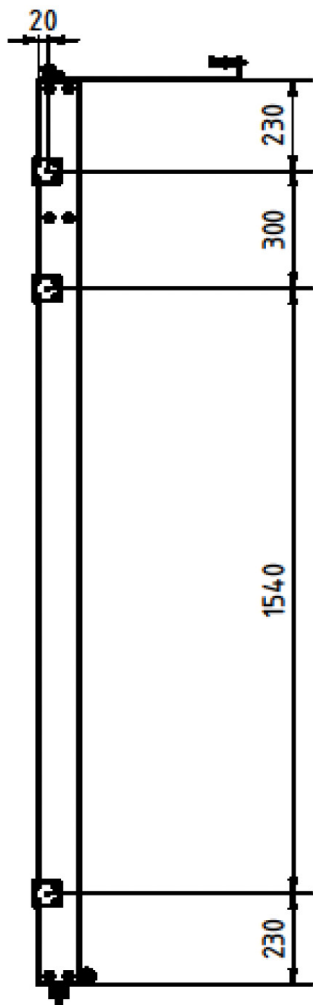

Abb. 7: Anbringung Scharniere
Nach der Montage der neigbaren Elemente, bringen Sie nun das schwenkbare Element an. Hierzu bekleben Sie zunächst die Unterseite des Elements mit dem Filzbelag (7). Als Nächstes setzen Sie die Bohrungen für die Teleskopstange in die oberen Wangen der zwei entsprechenden Elemente mit $\varnothing 9$ mm (Abb. 8). Befestigen Sie nun das schwenkbare Element mittels der 3 Scharniere (14) und Spaxschrauben (38) seitlich an der Wange des festen Elements, wie in Abbildung 7 gezeigt. Achten Sie darauf, dass die Elemente im eingeklappten Zustand fluchtend zueinander ausgerichtet sind. Setzen Sie nun die Bohrung für die Wandhalterung und bringen Sie diese an. Schrauben Sie anschließend die Feststellschraube oben und den Feststellfuß unten an der äußeren Wange fest. Im nächsten Schritt montieren Sie die Teleskopstange (24) mittels Schlossschrauben (27) und Hülsenmutter (8). Die Sechskantmutter (28) und Scheiben (26) dienen zur Regulierung des Abstandes (Abb. 9). Bitte beachten Sie, dass die Schrauben nur so festgezogen werden, dass die Teleskopstange sich noch bewegen lässt, aber nicht mehr klappert. Abschließend bringen Sie die Wandbefestigung (30) mit Dübeln (22) und Schlüsselschraube (21) an der Wand an und verschrauben den Wandhaken (29) an der Befestigung (23) (31).